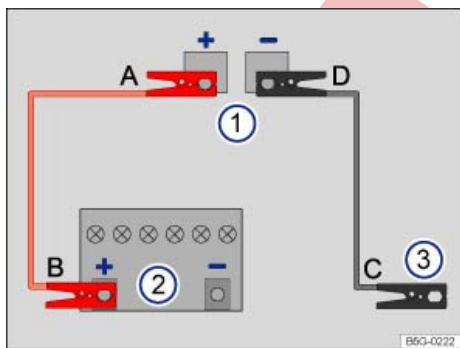

Fig. 53 Esquema para la conexión de los cables de arranque.
Leyenda de la fig. 53:
Los cables de arranque solo se deberán conectar siguiendo el orden **A – B – C – D** ⇒ **fig. 53**.
- Los cables de arranque solo se deberán desconectar siguiendo el orden **D – C – B – A** ⇒ **fig. 53**.
- Acuda inmediatamente a un taller especializado y solicite la revisión de la batería de 12 voltios ⇒ (1).